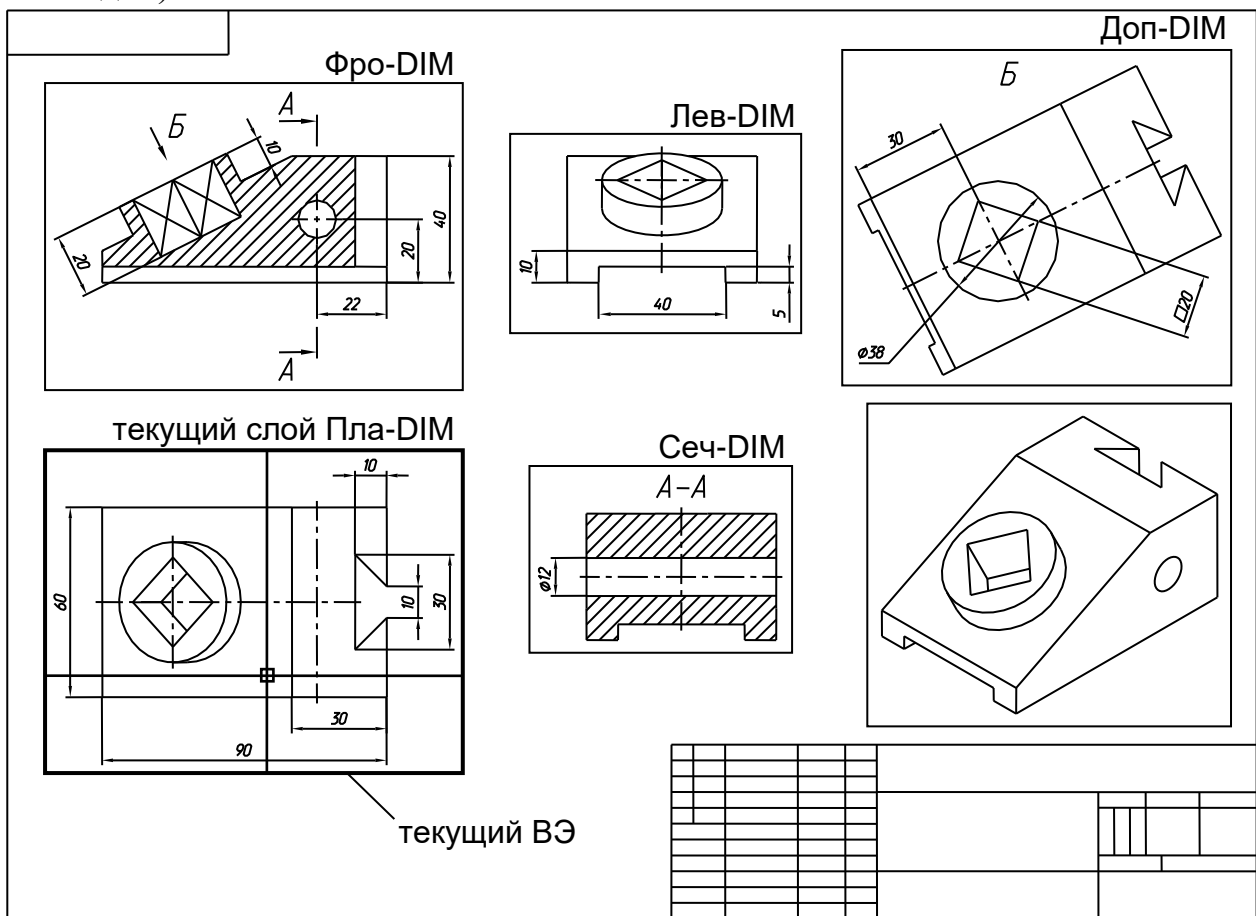

Рис. 31
7. Переместить ВЭ Доп на свободное место листа. Рекомендуется при этом поменять местами ВЭ Доп и Сеч (рис. 31).
В результате выполнения команды Т-РИСОВАНИЕ будут получены соответствующие проекции или разрезы в указанных ВЭ (см. рис. 31).
Размеры и другие элементы оформления наносятся отдельно в каждом ВЭ на соответствующем ему слое \*-DIM (на рис. 31 имена этих слоев подписаны) в следующем порядке:
3. Нанести размеры и другие элементы оформления в порядке, предусмотренном для обычного двумерного чертежа (см. рис. 31).
4. Окончательно определить размеры всех ВЭ в соответствии с их фактическим содержимым (см. рис. 31).